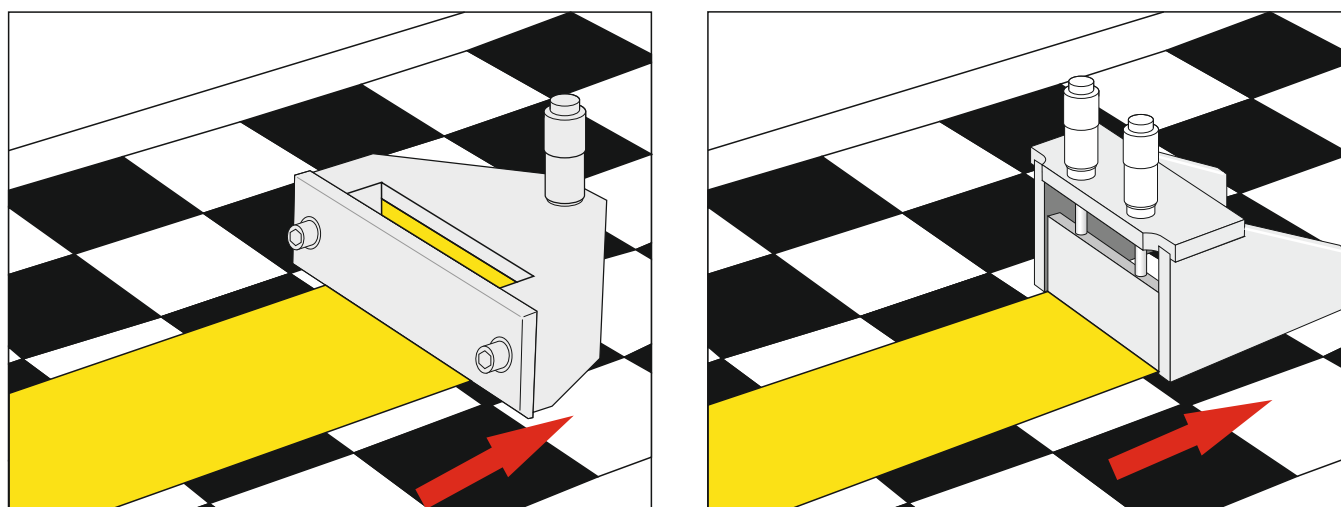

Figure 4
- L'applicateur doit être disposé face au sens d'enduction (Figure 4).